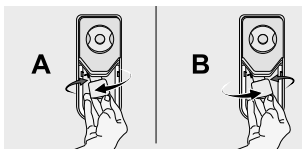

Figura 49
- (A) Retire el bombillo girándolo en sentido anti horario hasta que éste se libere. (B) Luego coloque el bombillo nuevo girándolo en sentido horario. (Ver figura 49). NO deje el plafón sin bombillo.